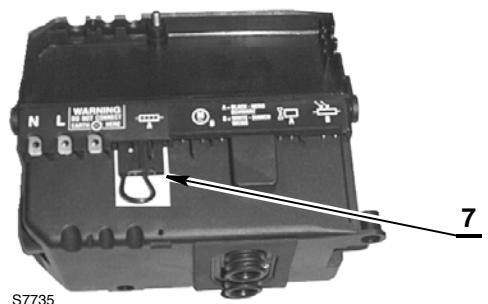

Fig. 20
- Si le réchauffeur est endommagé, introduire le pont 7)(Fig. 20) dans le coffret de sécurité pour que le brûleur fonctionne sans réchauffeur jusqu'à ce que le réchauffeur se rétablisse.
En pièce de rechange le coffret est livré avec le pont 7)(Fig. 20) en place. Si vous remplacez un coffret et si le réchauffeur est en état de marche, vous devez retirer le pont 7) avant mise en place du coffret.